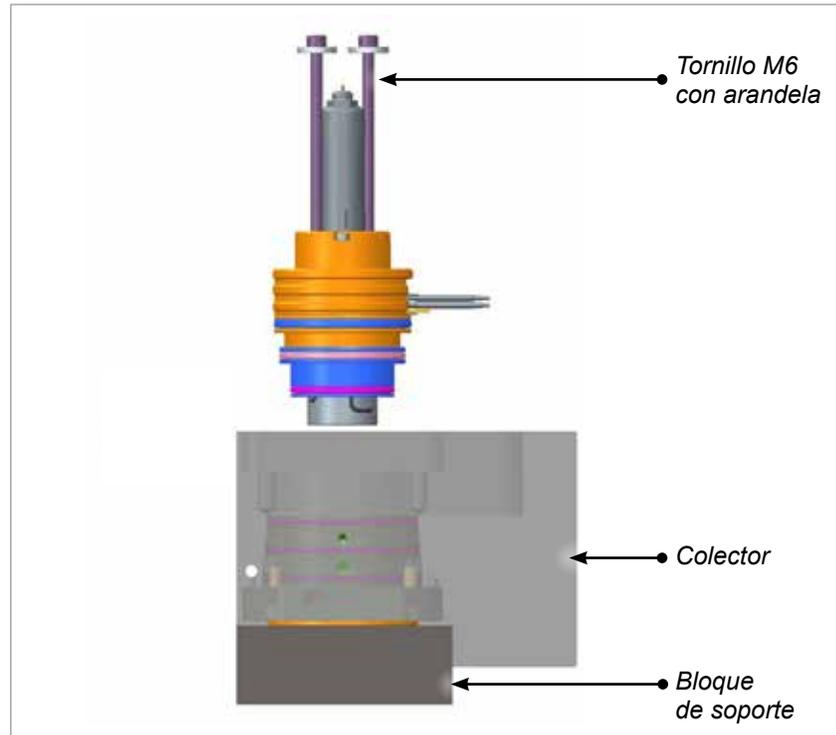

Figura 11-22 Bloque de soporte, placa de colector y unidad Slimstack
3. Coloque un colector o bloque de soporte debajo de la placa del colector para sostener la unidad Slimstack que se va a ensamblar. Consulte la Figura 11-22.